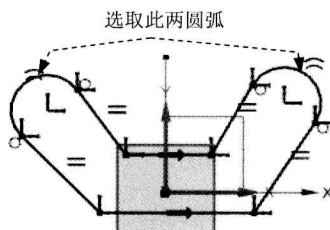

图 2.12.9 添加约束 (五)
(5) 单击“等半径”按钮 , 选取图 2.12.9 所示的两圆弧, 则添加“等半径”约束。